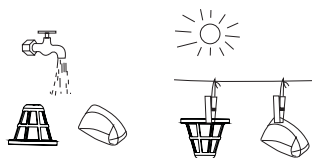
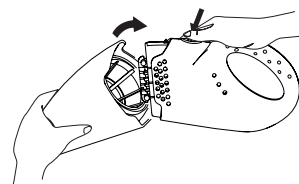

Рис.5
Рис.6
- Для установки контейнера-пылесборника (6) на место, вставьте пылесборник (6) в корпус (3) до упора и зафиксируйте его нажав фиксатор (9) (рис. 6).
- Снимите контейнер-пылесборник (6) так, как это описано в разделе «Снятие и установка контейнера-пылесборника (6)»
- Выньте фильтр (8) из контейнера-пылесборника (6).
- Высыпьте собранную пыль и мусор из контейнера-пылесборника (6) в мусорное ведро.
- Промойте фильтр (8) и контейнер-пылесборник (6) под струёй тёплой воды и тщательно просушите их (рис. 5).
- Установите фильтр (8) в контейнер-пылесборник (6) так, как это описано в разделе «Установка фильтра (8)».
- Установите контейнер-пылесборник на пылесос до срабатывания фиксатора (9) (рис. 6).